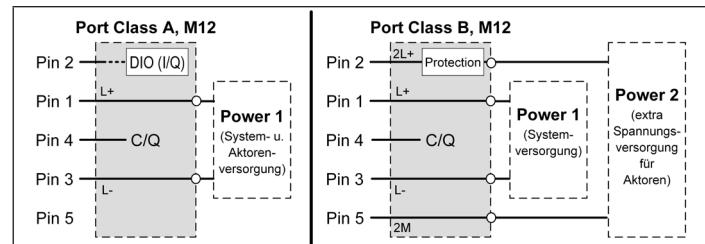

Bild 11: Belegungsprinzipien für Port Class A und B
- Spannungsversorgung (vgl. „Bild 11“ sowie Kap. „13.4“)